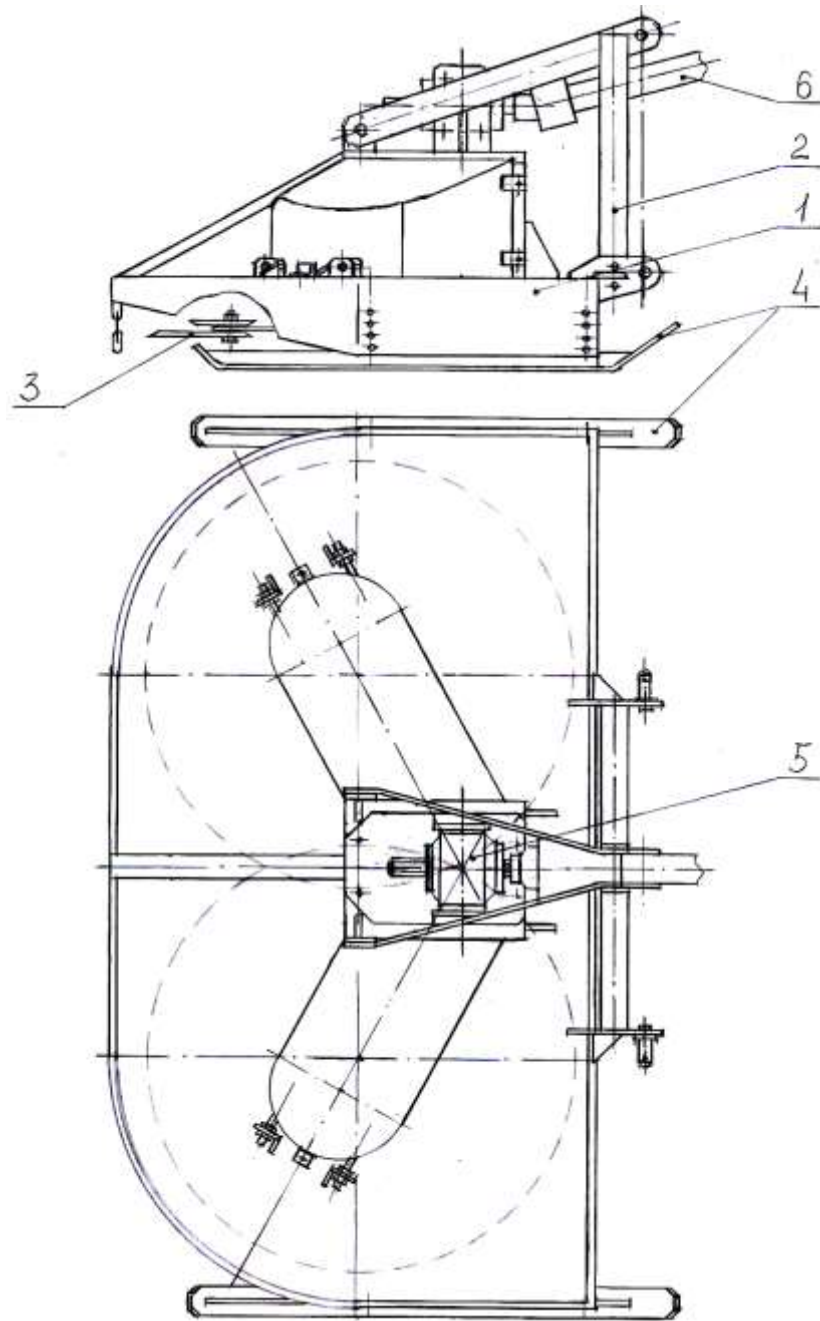

Рис.1 Схема косарки.
3.1. Косарка (Рис. 1) складається зі слідуєчих основних вузлів та агрегатів: рами 1 з навісним пристроєм 2, різального апарата 3, бокових опорних лиж 4, приводу різального апарата 5, карданного вала 6.